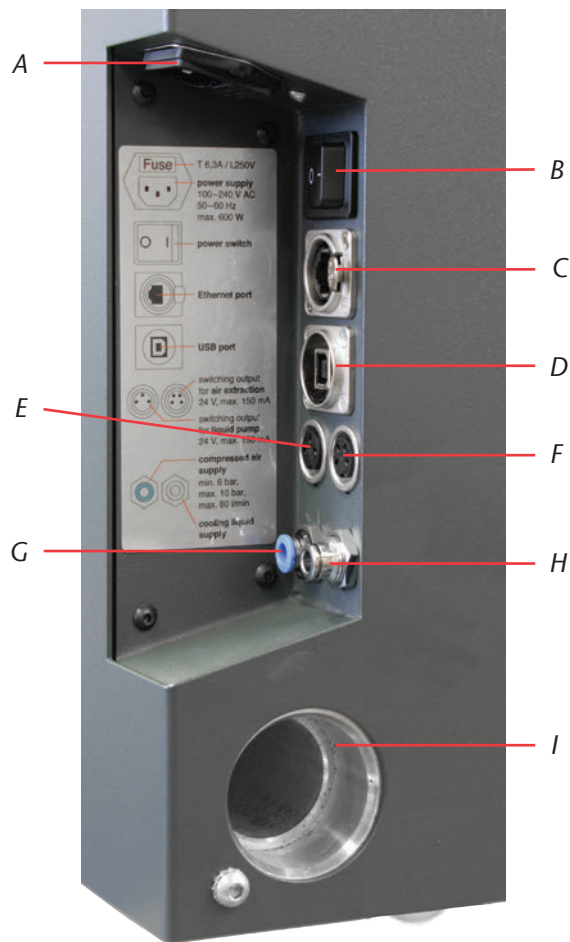

ABBILDUNG 3: ANSCHLUSSPANEL IMPRESSION S-MODELLE
Verwenden Sie nur Originalkabel von vhf für den Anschluss an die beiden Schaltausgänge (siehe Abbildung 3). Sollten Sie ein anderes USB-Kabel benutzen, achten Sie darauf, dass es nicht länger als 3 Meter ist!
Der Druckluftschlauch (blauer Schlauch) muss in den **blau** gekennzeichneten Anschluss (links unten am Anschlusspanel, siehe Abbildung 3) eingesteckt werden. Er darf **nicht** in den Anschluss aus Edelmetall gesteckt werden, da ohne Druckluft die Maschine nicht startet!
- M2.** Schließen Sie die optionale Schalteinheit an den Schaltausgang für den externen Sauger (siehe Abbildung 3 auf Seite 19).